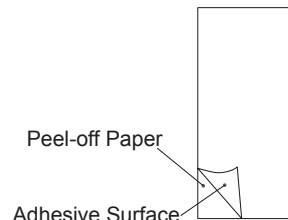

Figure 2. Protection Plastic Film
- 1.- Angiv mængderne på etiketten med uudsletteligt blæk: ① - Fabrikspåfyldning, ② - Ekstrapåfyldning & ③ - Samlepåfyldning.
- 2.- Sæt det beskyttende klæbemærke (der leveres sammen med brugervejledningen) på. Se fig. 2.